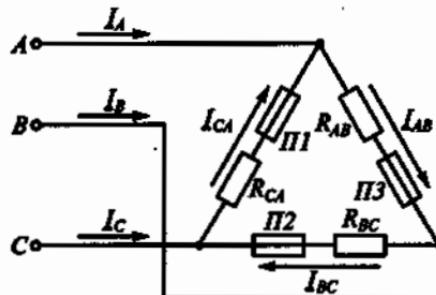

Рис. 131
3.107. Как изменятся токи, если перегорит предохранитель $P1$ в схеме на рис. 131?